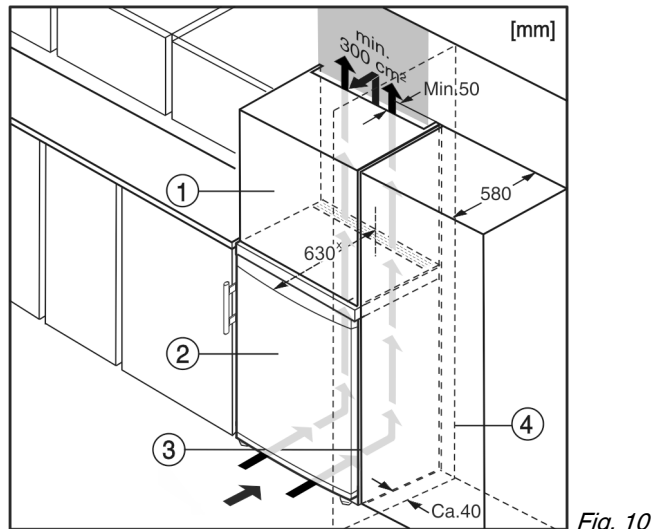

Fig. 10
- (1) Nástavná skříňka*
- (2) Přístroj*
- (3) Kuchyňská skříň*
- (4) Stěna*
Spotřebič lze zabudovat do kuchyňských skříní. K vyrovnání spotřebiče Fig. 10 (2) na výšku kuchyňské linky lze na přístroj nasadit nástavec Fig. 10 (1).
Při montáži do kuchyňských skříní (hloubka max. 580 mm) lze přístroj instalovat hned vedle kuchyňské skříně Fig. 10 (3). Přístroj přesahuje přední stěnu kuchyňské skříně na stranách o 34 mm x a uprostřed o 50 mm x.*
Když se přístroj instaluje závěsy vedle stěny Fig. 10 (4), musí být vzdálenost přístroje od stěny alespoň 40 mm. To odpovídá přesahu madla při otevřených dveřích.*